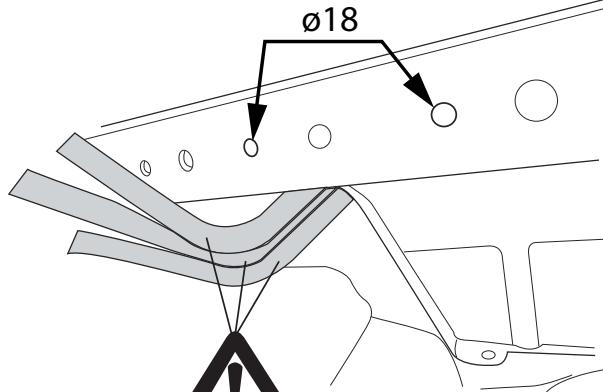

Fig. 2
- Увеличить отверстия 10 мм на нижней стороне шасси до получения диаметра 18 мм. См. рисунок 2.